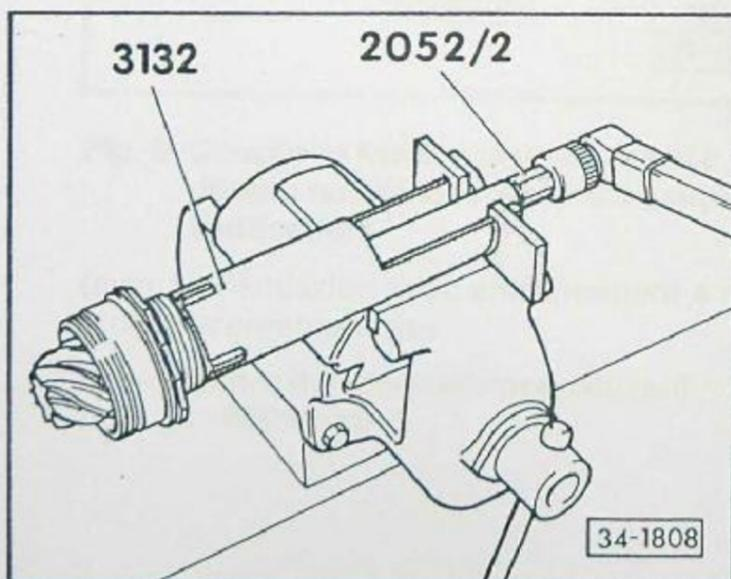

Fig. 2 Ecran à gorge: dévissage, serrage (avec transmission avec entraînement 4 roues motrices commutable)
- Dévisser, dans le cas de la transmission avec entraînement 4 roues motrices commutable – fig. 2
o régler - fig. 2
o mettre en place de telle manière que le soufflet AV soit dans la bonne position - fig. 2
◀ Fig. 2 Réglage du soufflet AV